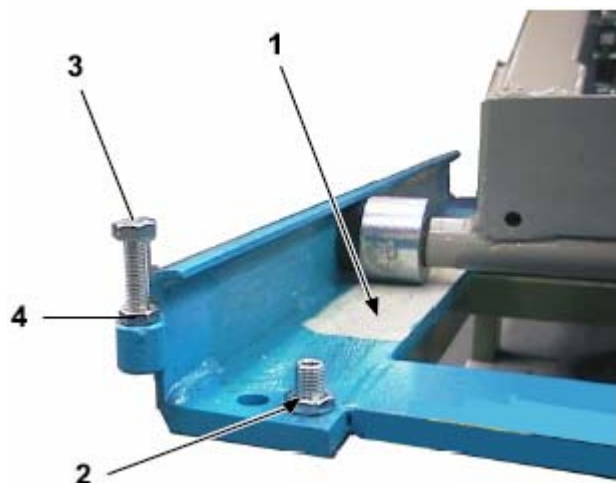
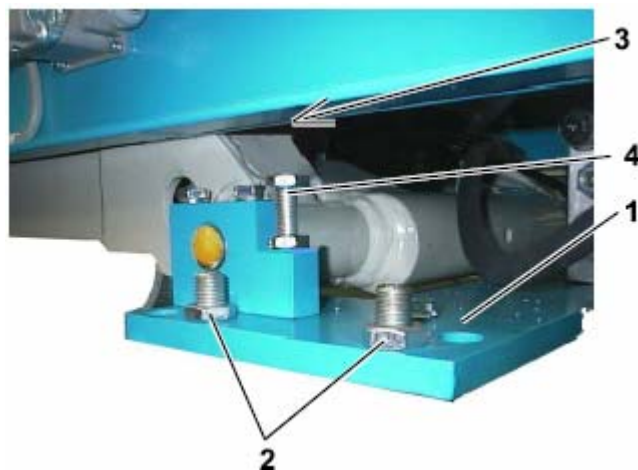

Рис. 32
Рис. 33
- Проверьте выравненность оснований платформ, используя в качестве точек отсчета: поверхности скольжения валиков (**1, Рис. 32**) и опоры для шатунного механизма (**1, Рис. 33**). При необходимости воспользуйтесь регулировочными винтами (**2, Рис. 32** и **Рис. 33**). В данном случае основание подъемника должно полностью лежать на полу во избежание возможных его деформаций. Если необходимо, используйте клинья.